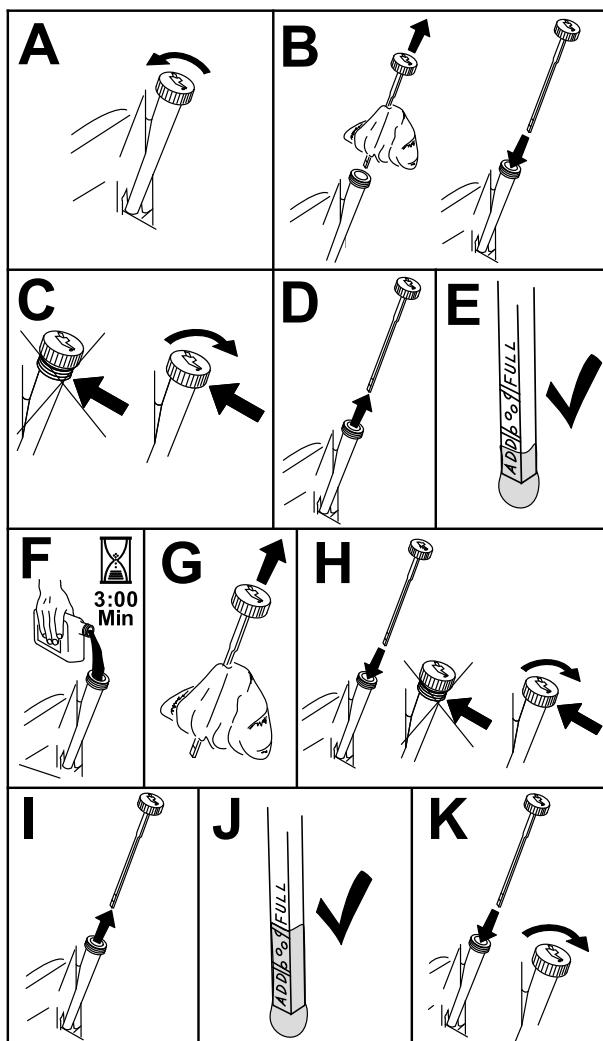

Figura 49
3. Para manter a sujidade, as aparas de relva, etc., fora do motor, limpe a área em torno da tampa de enchimento e vareta antes de a remover (Figura 49).